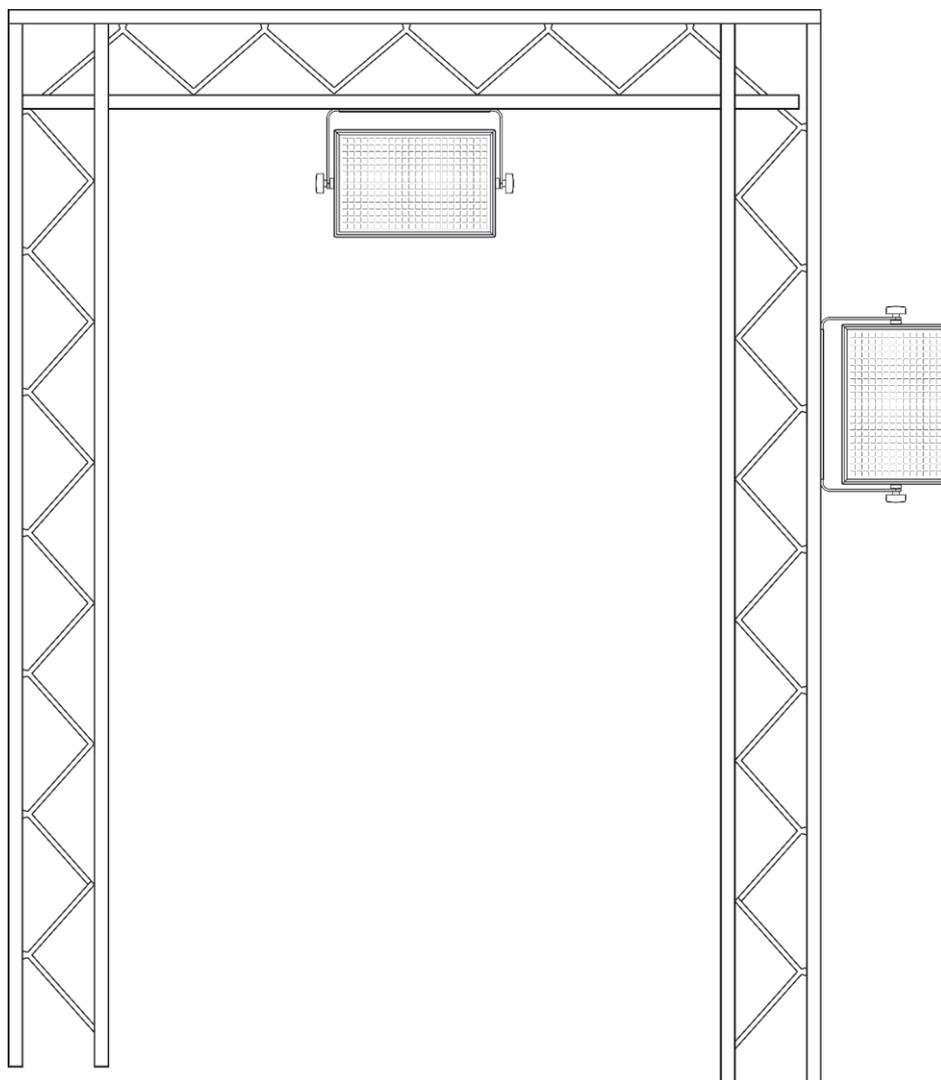

Fig. 05
- 01) Fissare il dispositivo alla struttura portante servendosi di un gancio, in conformità con quanto indicato nella Fig. 05. Assicurarsi che il dispositivo non possa muoversi liberamente.